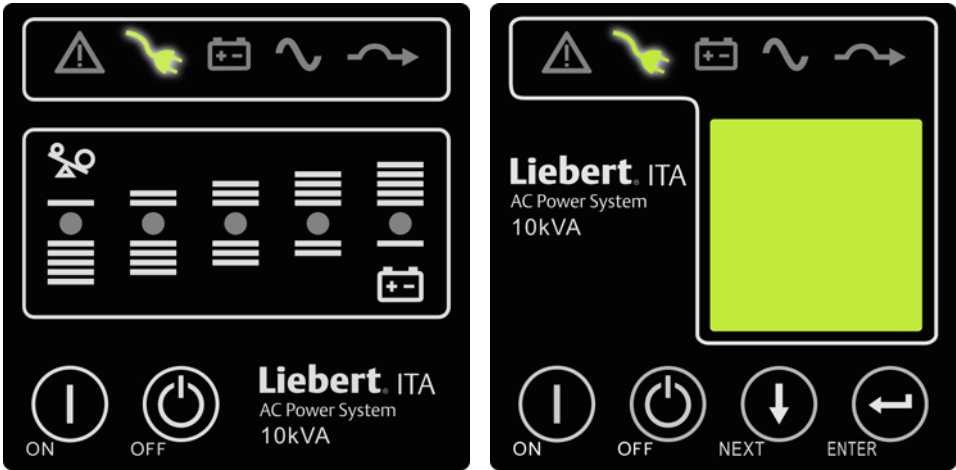

图2-28 指示灯状态
2. UPS 上电，进入 UPS 自检状态（包含电池自检），所有 LED 指示灯闪烁，蜂鸣器间断鸣叫。待自检完成后，UPS 进入待机模式，市电指示灯亮，如图 2-28 所示。